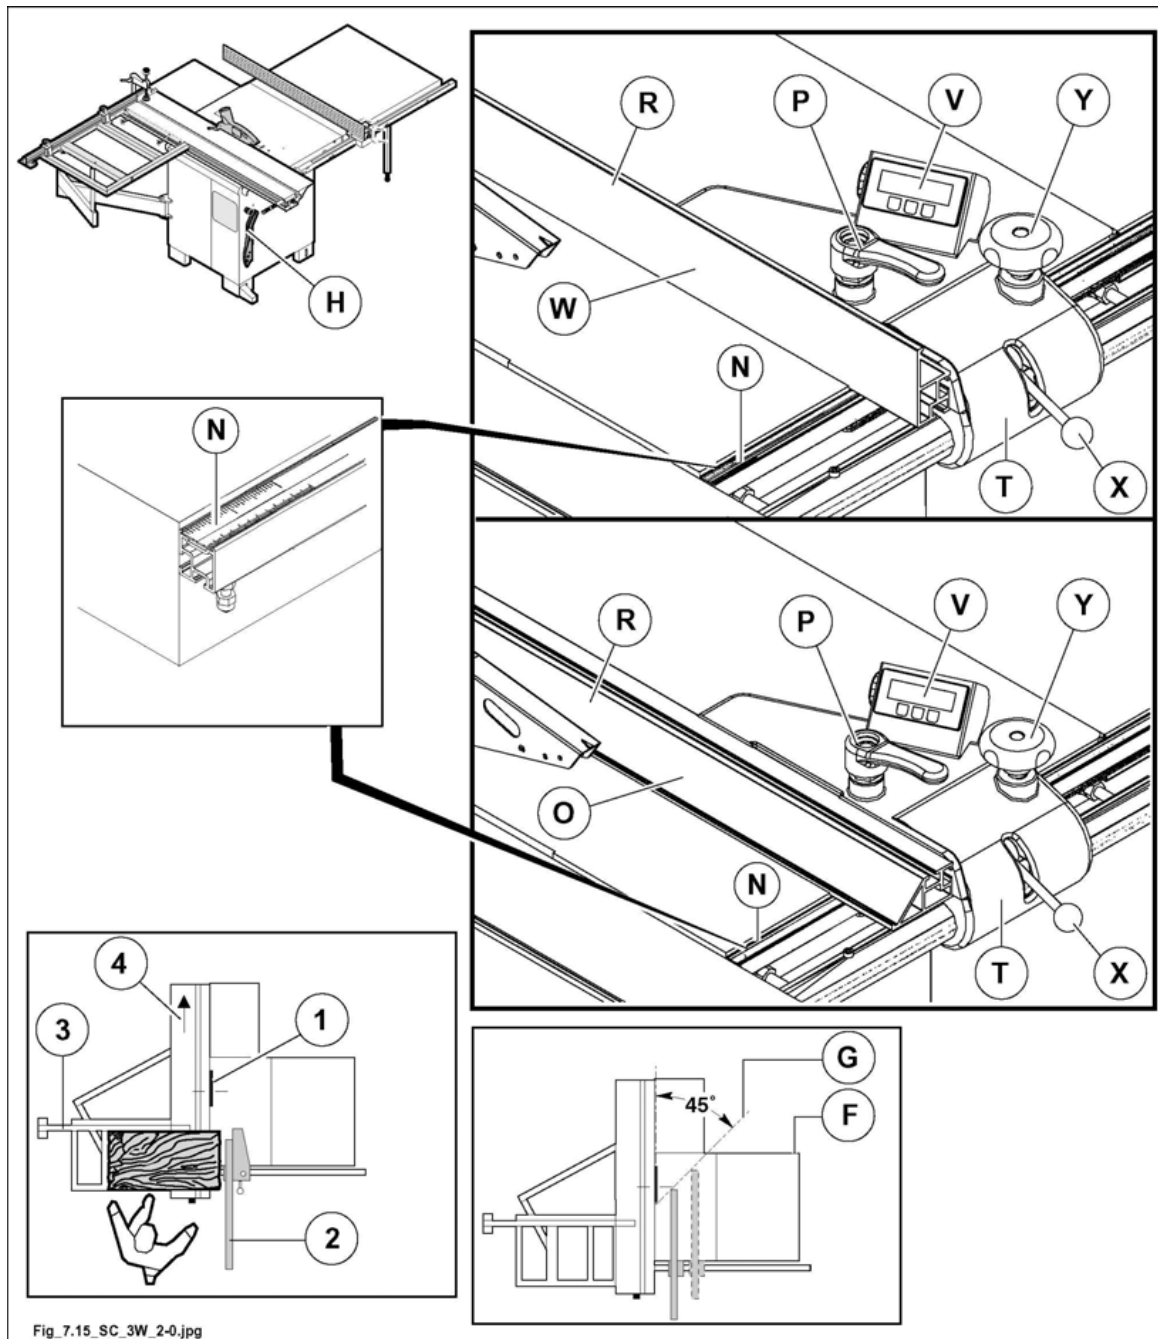

Fig. 7.15
- 2) Tryck på knapparna  och  på visningsanordningen (V fig. 7.15) på samma gång (det förinställda värdet visas) och kontrollera att symbolen  visas.
- 6) För nollställning av millimeterlinjalen (N fig. 7.15) se avsnitt 7.14.1.
Linjalen (R fig. 7.15) kan glida i längdriktningen efter att man har lossat på spaken (P fig. 7.15); drag åt spaken igen efter att varje ny placering avslutats.
*den främre änden av raden får aldrig skjuta ut från änden på sidan av planet (F bild 7.15), utan måste nå fram till en tänkt linje (G bild 7,15) som startar från den första tanden på bladet och glider framåt 45°. På så sätt undviker man att sågbladets uppåtgående tänder tar tag i arbetsstycket och kastar den tillbaka mot den som sågar.*
Linjalen (R fig. 7.15) kan placeras i 2 olika lägen efter att man lossat på spaken (P fig. 7.15):
- 1) Vertikalläge med sidan (W fig. 7.15) vänd mot stycket (på displayen ska man trycka på knappen  tills dess att följande symbol visas .
- 2) Horisontalläge (O fig. 7.15) för skärning av tunna arbetsstycken och för sågning med gering (på displayen ska man trycka på knappen  tills dess att följande symbol visas .
*i detta läge finns det tillräckligt med plats för att kunna mata fram arbetsstycket med en träpåskjutare (H fig. 7.15) som medföljer maskinen.*
- 3) Efter varje placering ska man dra åt spaken (P fig. 7.15).
- lossa spaken (X fig. 7.15);
- dra manuellt skenan (T fig. 7.15) och kontrollera på meterlinjalen (N fig. 7.15) eller visningsanordningen (V fig. 7.15).
- tryck på handvredet (Y fig. 7.15) och vrid.
- Dra åt spaken (X fig. 7.15) efter inställningen.
användning av den längsgående styrskenan (2 fig. 7.15) för att förhindra återslag under tvärgående skärningar.
Under skärning med den tvärgående styrskenan (3 fig. 7.15), ska den främre änden på den längsgående styrskenan (2 fig. 7.15) vara placerad innan den främre änden på klingan (1 fig. 7.15) eller placerad så den inte är i kontakt med stycket.